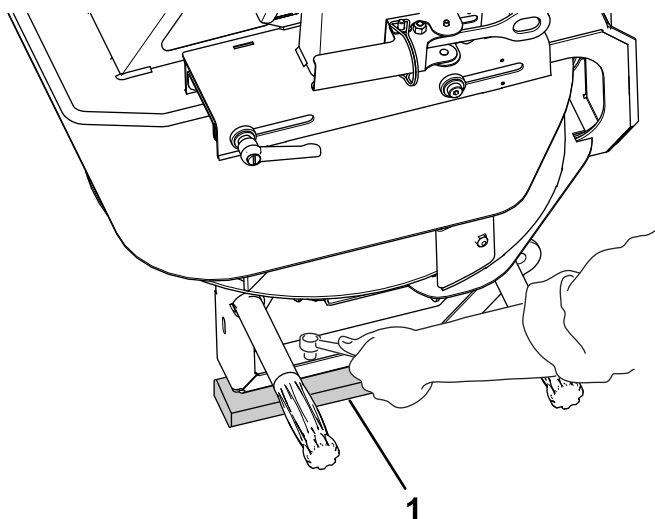

Figura 1
2. Rimuovete le 4 viti dalle gambe dello spargitore Twin Spinner. Con l'aiuto di un collega, sollevate lo spargitore doppio e rimuovete i prigionieri e la gomma espansa di imballaggio (Figura 1).